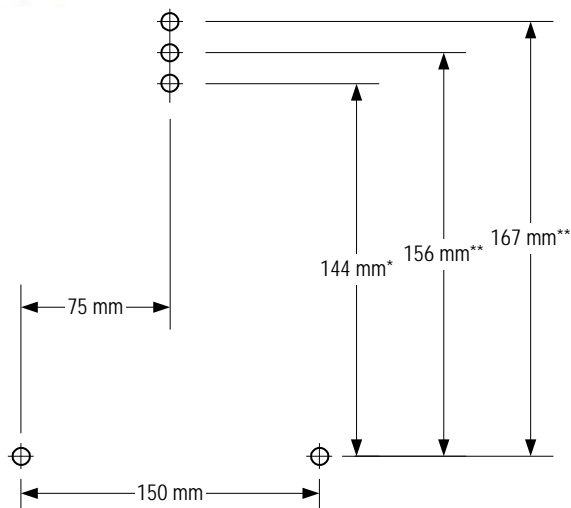

Рисунок 4.2 Схема отверстий для крепления счетчика.
- Выбрать один из трех вариантов положения кронштейна относительно корпуса счетчика. Разметить место установки, как показано на рис. 4.2. Просверлить три отверстия диаметром 6.2 мм.